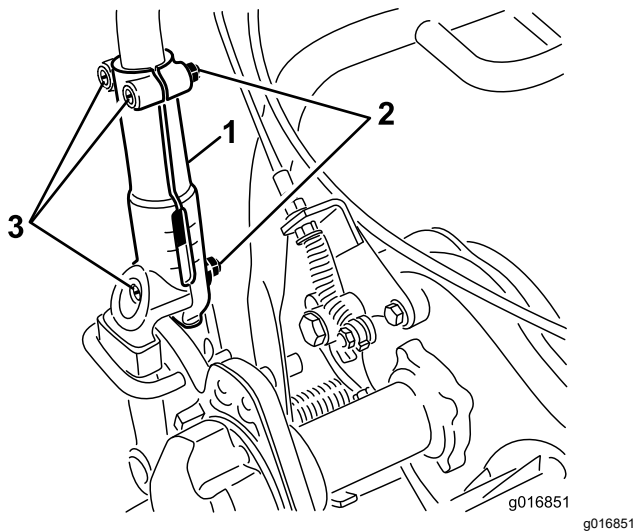

Figure 24
1. Desserrez les 3 boulons de carrosserie et écrous qui fixent chaque côté du guidon dans les manchons de serrage (Figure 24).